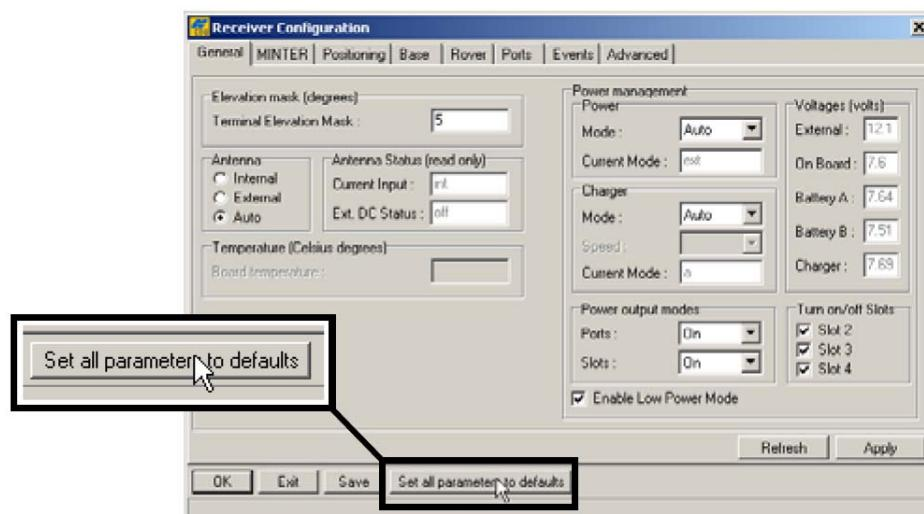

Рисунок 3-9. Принять начальные значения для всех параметров
- Щелкните на кнопке *Set all parameters to defaults (Принять начальные значения для всех параметров)*, см. рис. 3-9.